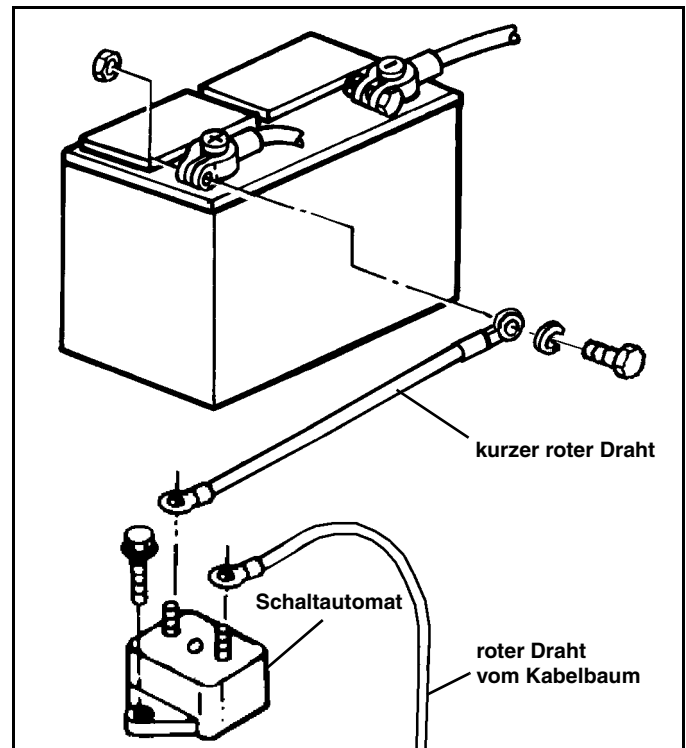

Figure 4-4
8. Den kurzen roten Draht (#96102362) mit zwei Ringkabelschuhen finden. Den kleinen Ringkabelschuh an den mit BAT gekennzeichneten kupferfarbenen Anschlusszapfen am Schaltautomaten anschließen. Den anderen, großen Ringkabelschuh an den positiven Batteriepol anschließen. (Siehe Figure 4-4)